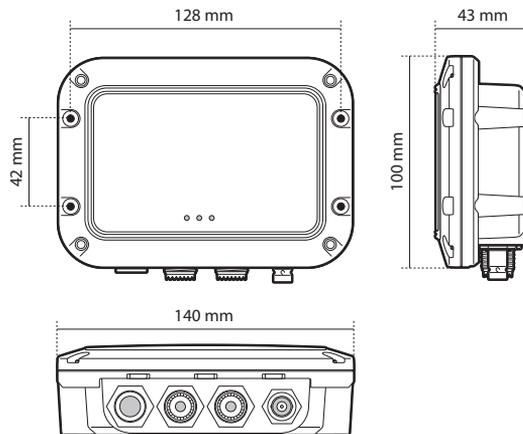

Abbildung 4 AIS-Antennenweiche Abmessungen
- Für das Verlegen der Kabel sollte um die AIS-Antennenweiche herum ausreichend Platz vorhanden sein. Weitere Informationen zu dem Abmessungen der AIS-Antennenweiche finden Sie in Abbildung 4.